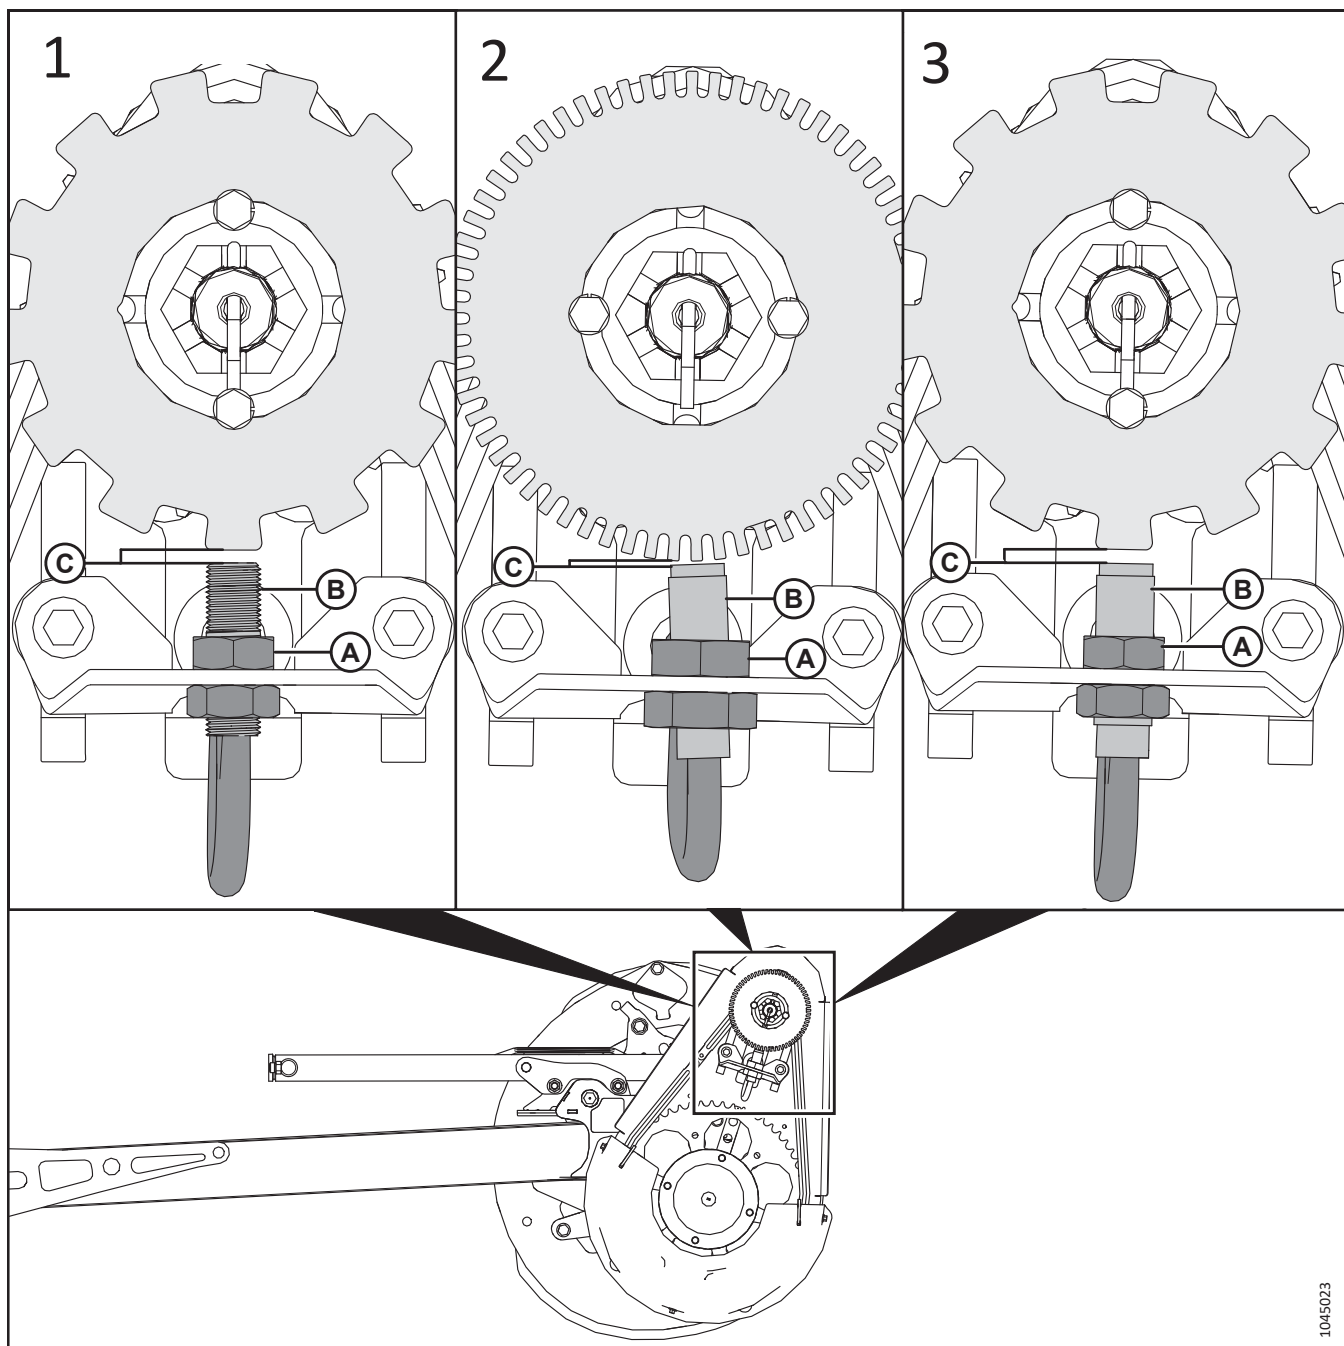

Figura 4.335: Configurațiile senzorului de turație al rabatorului și a discului
6. Scoateți piulița superioară din noul senzor și poziționați noul senzor (B) pe suport. Fixați cu piulița superioară (A).
7. Utilizați Tabelul și Figura 4.335, pagina 479 pentru a determina tipul senzorului pentru combină și reglați piulițele senzorului pentru a seta interstițiul (C) la următoarea specificație: